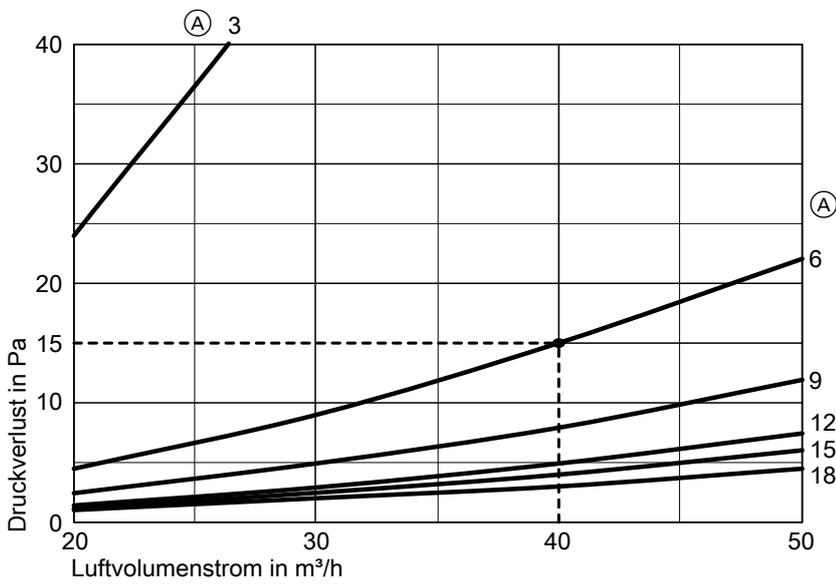

Abb. 121
1. Abhängig vom geplanten Druckverlust und Luftvolumenstrom für die Teilstrecke den erforderlichen Ringspalt aus dem Diagramm ermitteln (Abb. 121).